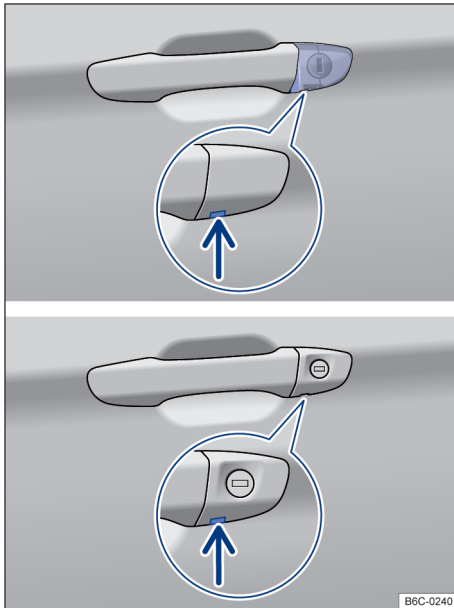

Fig. 56 Manilla de la puerta del conductor: bombín de la cerradura.
- Colocar el paletón de la llave por abajo en el hueco de paso de la caperuz → fig. 56 (flecha).